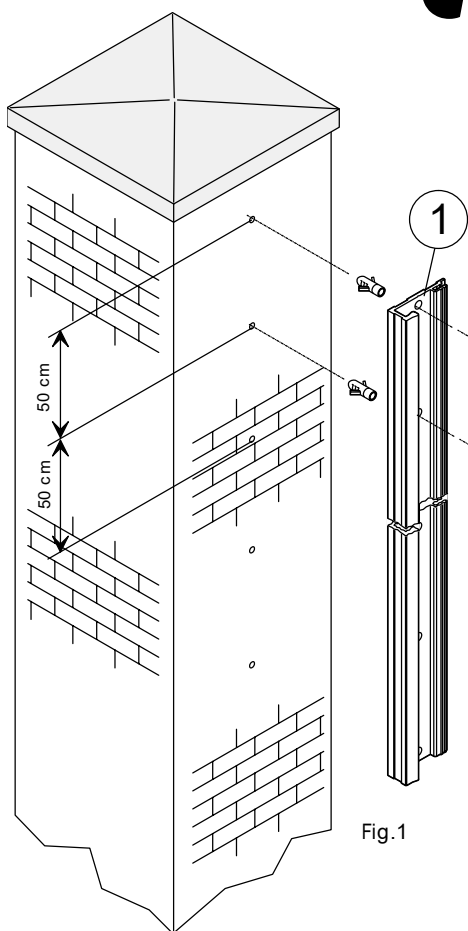

Fig.1
-Posizionare la guida (rif. 1) sul montante, fissandola ogni 50 cm per tutta la sua lunghezza (fig.1).
-Position the guide (1) on the upright and secure it every 50 cm along its entire length (fig. 1).
-Monter la glissière (rep. 1) sur le montant en la fixant tous les 50 cm (fig.1).
-Die Führung (Pos. 1) an den Ständer anlegen und auf der gesamten Länge im Abstand von jeweils 50 cm befestigen (Abb. 1).
-Colocar la guía (ref. 1) a lo largo del montante y fijarla cada 50 cm (fig.1).
- Insert the safety edge CN60E (2) in the guide (1) and make sure that the guide's projecting metal rib(1A) engages in the rubber channel on the safety edge (2A).
- Clamp the edge and guide assembly with the closure profile (3), making sure that it engages correctly with the guide.
- Die Führung (Pos. 1) an den Ständer anlegen und auf der gesamten Länge im Abstand von jeweils 50 cm befestigen (Abb. 1).
- Introducir en la guía (ref. 1) la protección CN60E (ref. 2) y controlar que el borde metálico de la guía (ref. 1A) entre por la ranura de goma de la protección (ref.2A).
- Cerrar el grupo con el perfil (ref.3) y verificar que encaja en la guía correctamente.